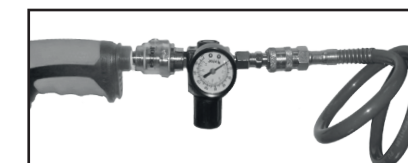

Abb. 9, Verbindungsschema
- Um diese Verbindung zu lösen, drücken Sie den Stecker der Schnellkupplung (Abb.9).